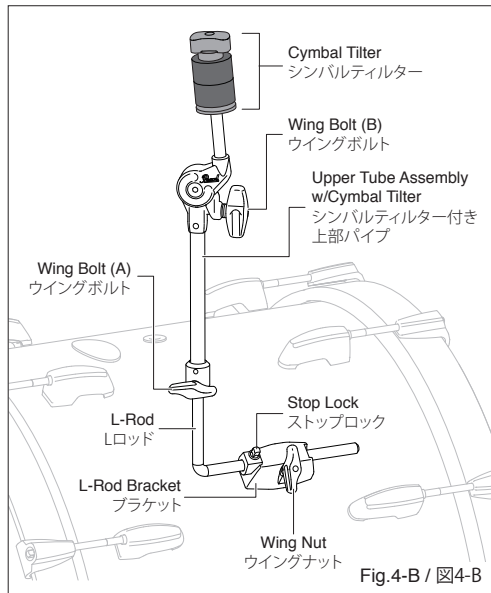

Fig.4-B / 図4-B
1. Insert the L-Rod into the Bracket and tighten the Wing Nut, as shown in (Fig.4-A).
2. Set the Stop Lock inside the corresponding slot of the Bracket, then tighten the Key Bolt to secure (Fig.4-A).
3. Install the Upper Tube Assembly with Tilter onto the L-Rod and set it to the desired height/angle and tighten Wing Bolt (A) (Fig.4-B).
4. Loosen Wing Bolt (B) of the Upper Tube Assembly w/Cymbal Tilter to set the cymbal tilt (Fig.4-B).
ブラケットにLロッドを差し込み、ウイングナットを締めます(図4-A)。Lロッドには回転防止のストップロックが付いています。ストップロックをブラケットの凹みにはめこみ、ドラムキーでキーボルトをしっかりと締めてください(図4-A)。
ウイングボルト(A,B)でシンバルティルターの角度、向き、および高さを調整します。お好みの位置に調整できたらウイングボルト(A,B)をしっかりと締めます(図4-B)。